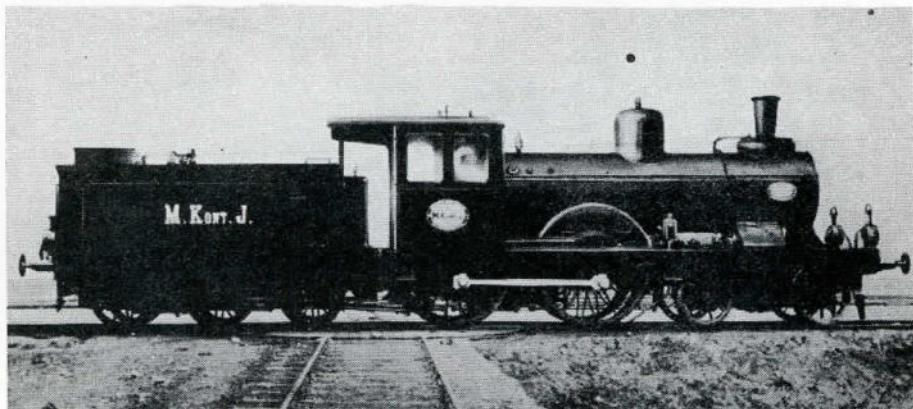

Fig.1 "Glada Änkan" (foto: SJ)
Banen anskaffede fra Nyqvist & Holm i Trollhättan ialt fire damplokomotiver; heraf var de tre, nr. 2-4, 2-B-0, T2-maskiner for person- og godstog, medens det fjerde, nr. 1, var et 2-B-0, T3-loko, beregnet for hurtigtog. Det var denne maskine, der fik navnet "den glade Enke" (fig.1), velsagtens fordi den, eller hum, skulle man vel sige, blev et enkeltstykke. Det må have været en glæde at være lokofører på denne strækning, de 31 km kørtes med meget stor hastighed ved adskillige lejligheder - en enkelt gang præsteredes en køretid på 14 minutter, hvilket giver en middelhastighed på 132,9 km/t. Nyqvist & Holm havde allerede maskinen færdig i 1897, før banens åbning, for at kunne præsentere den på Stockholm-udstillingen dette år, og man havde sørget for at give "Glada Änkan" byggenummer 500. I 1909 overtog de svenske statsbaner (SJ) strækningen - forbindelse med indsættelsen af jernbanefærger Trelleborg-Sassnitz - og nr. 1 blev til litra Mka nr. 1029. "Hun" endte sine dage i 1922 - "enkeltstykker" er jo ikke velsete i statsbaner - men man syntes, at en plads på Jernbanemuseet i Stockholm havde været et nok så fortjent "hvildested" fremfor en ophugningsplads.